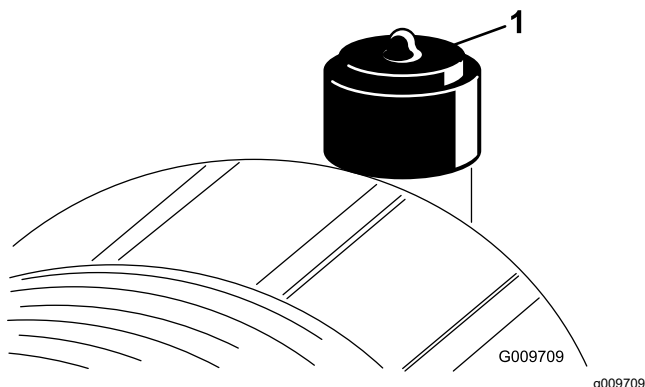

Figure 48
Faites l'entretien du filtre à air uniquement quand l'indicateur de colmatage (Figure 48) indique que cela est nécessaire. Changer le filtre à air prématurément ne fait qu'accroître le risque de contamination du moteur par des impuretés quand le filtre est déposé.
6. Réarmez l'indicateur de colmatage (Figure 48) s'il est rouge.